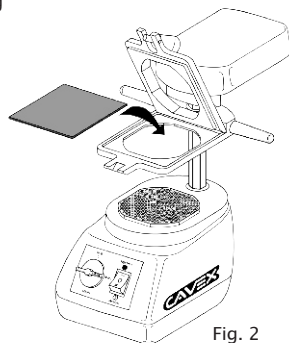
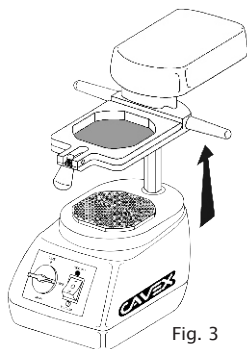

Fig. 2
Fig. 3
2. Plaats de gewenste dieptrekplaat in het frame (fig. 2) en sluit deze zorgvuldig. Schuif het frame naar boven tot deze niet hoger kan (fig. 3).